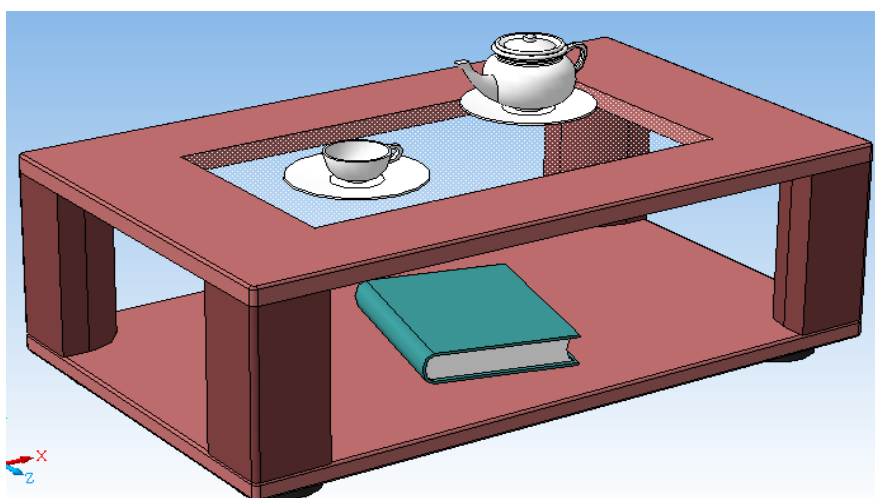

Рисунок 2 – Объект моделирования «Журнальный столик»
2. «Журнальный столик» (Рисунок 2)